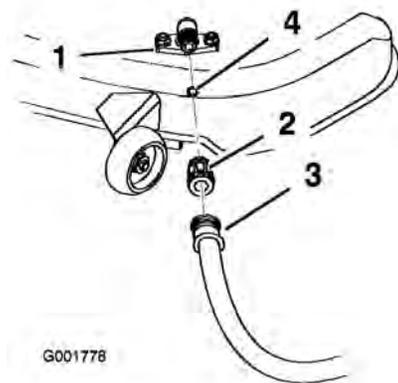

Figure 50
- Vissez le raccord de lavage à l'embout de lavage du carter de tondeuse et ouvrez l'eau en grand (Figure 50).